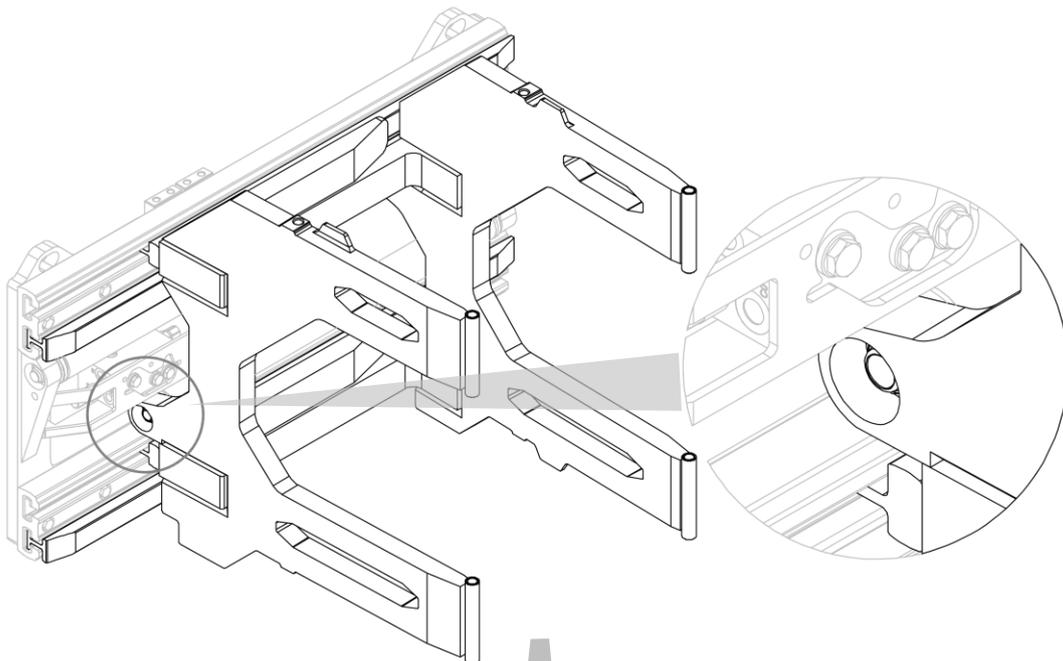
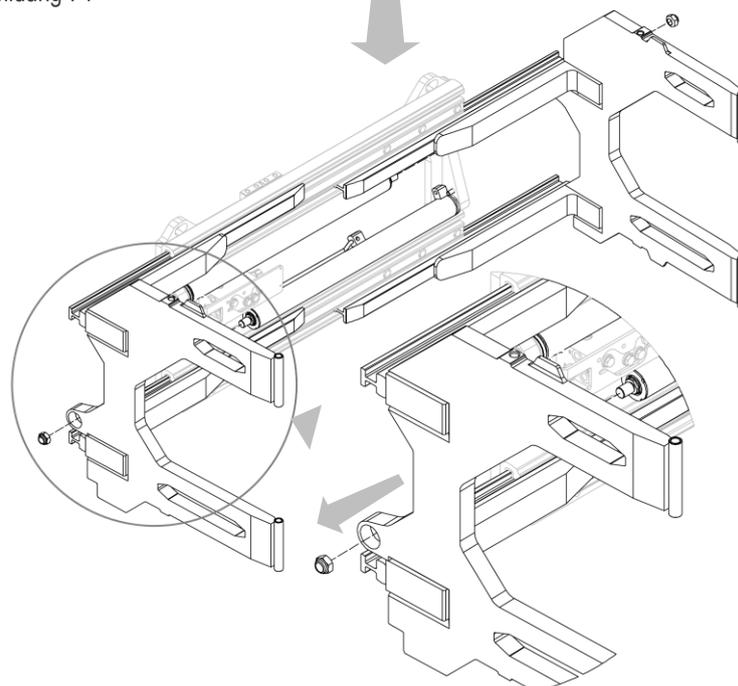

Abbildung 74
Abbildung 75
3. Schrauben Sie die Muttern, mit denen die Gabelzinken an den Zylindern befestigt sind, ab und nehmen Sie die Gabelzinken, eine nach der anderen, aus ihren Aufnahmen (siehe *Abbildung 74* und *Abbildung 75*).